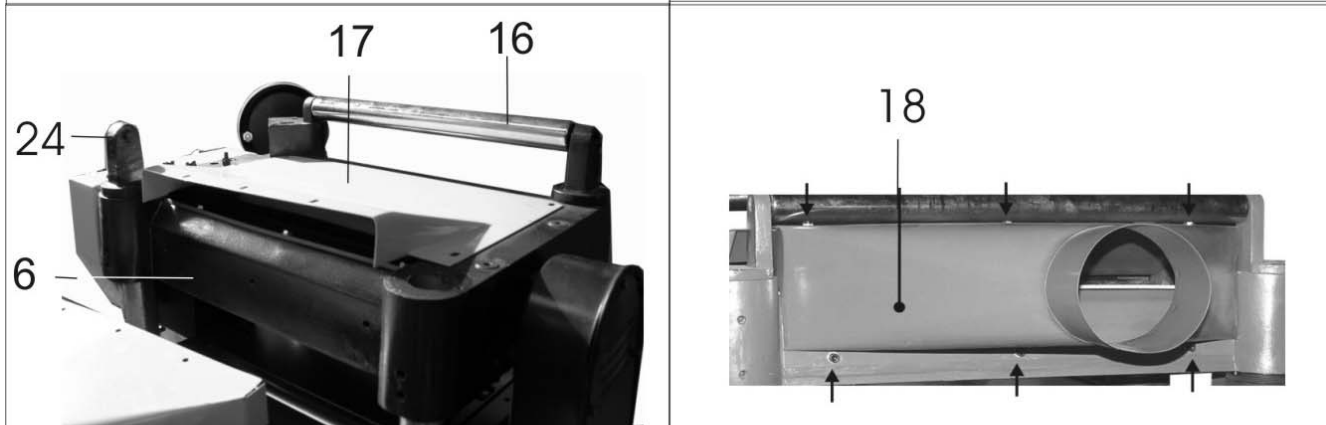

Рис.6
8.2.4. Как показано на Рис.6, демонтируйте переднюю стойку (24), передний поддерживающий ролик (16) и кожух (17). Используя детали крепления (Ж) (п.3.1), на кожухе (17) закрепите патрубок пылесборника (18). Закрепите кожух (17) и патрубок пылесборника (18) на блоке строгального вала (6).
10.2.1. Демонтируйте кожух (17) и патрубок пылесборника (18), как показано на Рис.6.
10.2.6. Как показано на Рис.6, установите кожух (17) и патрубок пылесборника (18). Установите стойку (24) совместно с поддерживающим роликом (16).